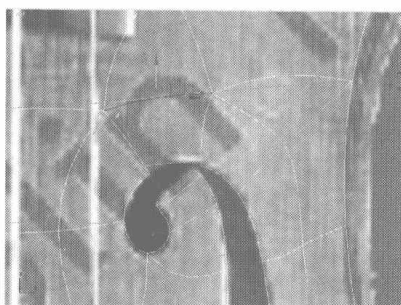
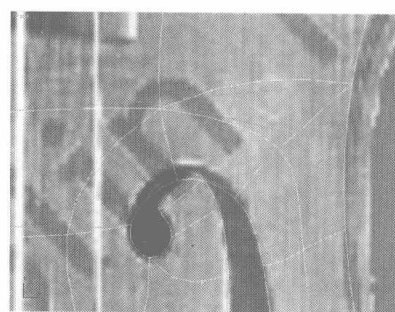
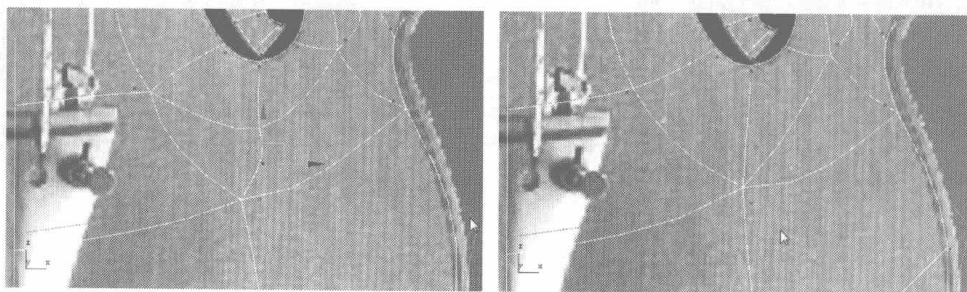

图 5.136
图 5.137
图 5.138
- 17** 选择如图 5.136 所示的曲线，单击 **Collapse** 按钮，塌陷所选曲线，结果如图 5.137 所示。单击 **Target Weld** 按钮，焊接节点，如图 5.138 所示。